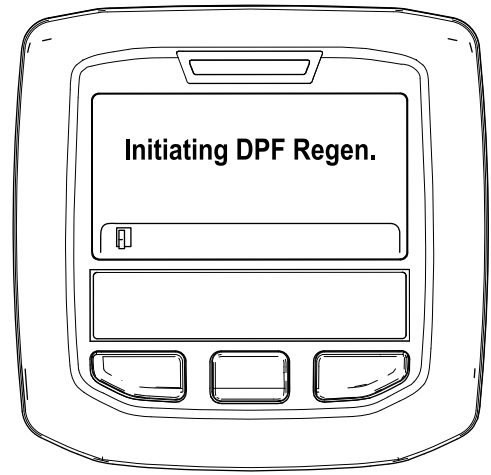

Figura 53
- A. Viene visualizzato il messaggio "Inizializzare Rigen. FAP" (Figura 53).